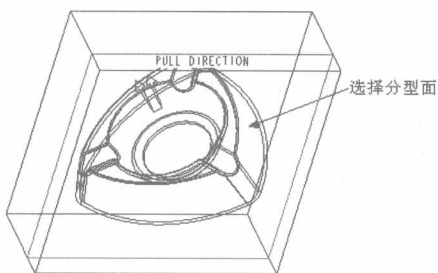
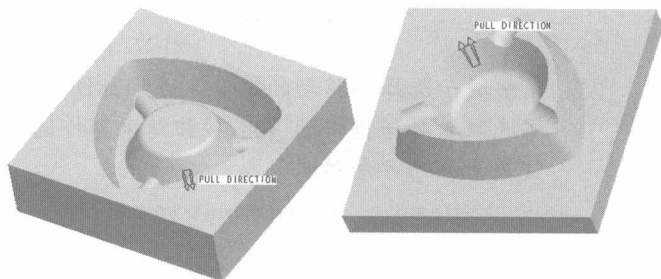

图1-21 选择分型面
图1-22 分割体积块结果
20. 选择菜单栏中的【编辑】/【分割】命令, 再选择菜单管理器中的【两个体积块】/【所有工件】/【完成】命令, 然后选择如图 1-21 所示的分型面为模具体积块分割面, 将毛坯工件分割为如图 1-22 所示的两个体积块。